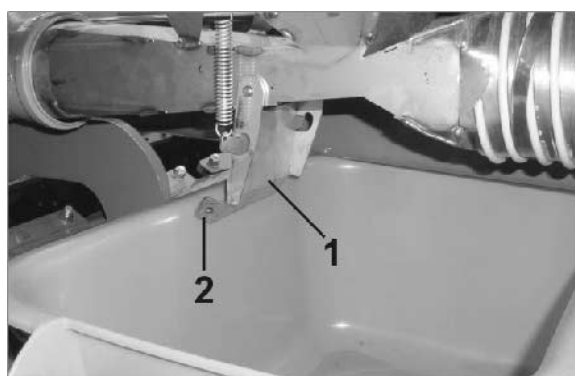

Рис. 87
3. Откройте клапан загрузочной воронки (Рис. 87/1), чтобы посевной материал / удобрения могли высыпаться в лоток.
Опасность сжатия при открытии и закрытии клапана загрузочной воронки (Рис. 87/1)!
Беритесь только за накладку (Рис. 87/2) клапана загрузочной воронки, иначе имеется опасность травмирования от удара пружинного клапана.
Никогда не проникайте руками в зону между клапаном загрузочной воронки (Рис. 87/1) и загрузочной воронкой!